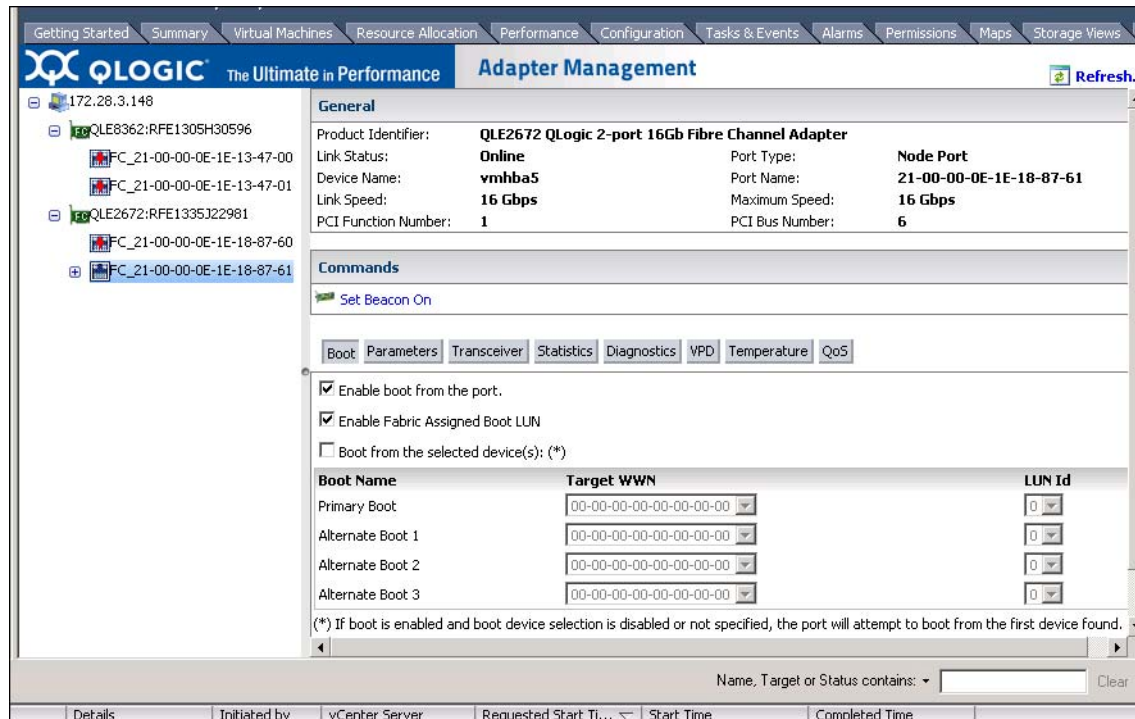

Ilustración 3-29. LUN de inicio asignada a una red Fabric en QConvergeConsole VMware vCenter Server Plug-in
- En la página Boot Device Selection (Selección del dispositivo de inicio), seleccione la casilla de verificación **Enable Fabric Assigned Boot LUN** (Activar LUN de inicio asignada a una red Fabric). La Ilustración 3-29 muestra un ejemplo.